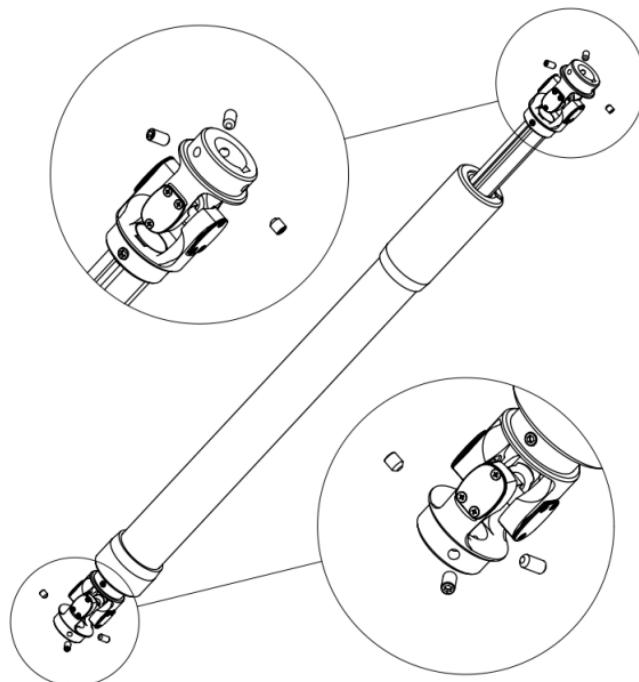

图 3-13 拆卸顶丝
**步骤4** 如图 3-13 所示，首先使用 2.5 mm 内六角扳手拆掉 M5 内六角紧定螺钉，然后使用工装将上端万向节与机器人分离，最后拔下旋转轴组件。